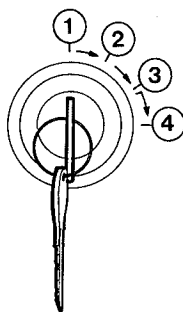

Fig. 3
3. Chiave di contatto (Fig.3)
- inserire la chiave nell'interruttore (pos. 1)
- girarla verso destra (pos. 2). Le spie rosse di controllo della pressione dell'olio e della carica della batteria devono accendersi.
- continuare a girarla verso destra fino all'arresto (pos. 3). Preriscaldare 10–12 secondi. Se il motore è già caldo non preriscaldare!
- Premerla e girarla sempre verso destra (pos. 4). Far funzionare il motorino d'avviamento al massimo 15 s per volta.